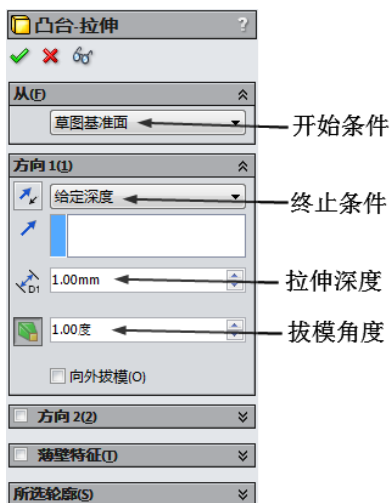

图 3-7 “拉伸”属性管理器
(1) 执行命令。在草图编辑状态下，在菜单栏中选择“插入”→“凸台/基体”→“拉伸”命令，或者单击“特征”工具栏中的“拉伸凸台/基体”图标按钮，此时系统出现“拉伸”属性管理器，各栏的注释如图 3-7 所示。
(2) 设置属性管理器。按照设计需要对“拉伸”属性管理器进行参数设置，然后单击属性管理器中的“确定”图标按钮。